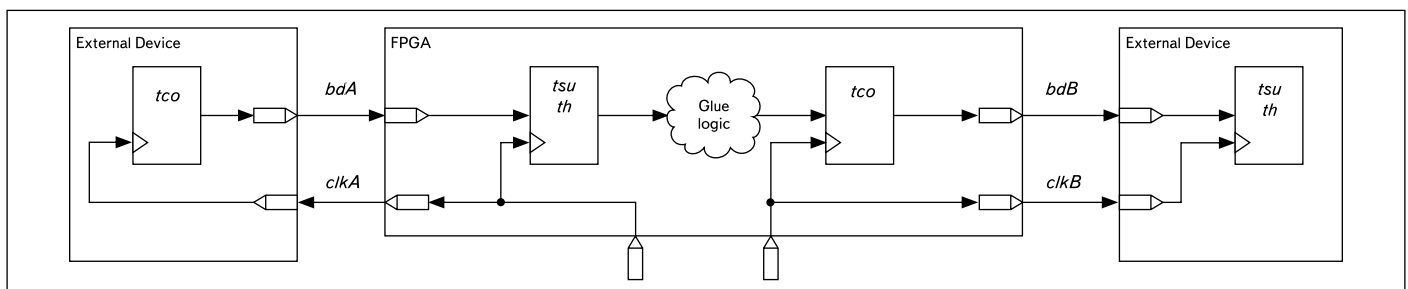

Рис. 21. Структурная схема системы System Synchronous
- **System Synchronous** — это интерфейсы (рис. 21), в которых тактовая частота идет непосредственно с ПЛИС на интерфейсное устройство. К таким интерфейсам можно отнести АЦП/ЦАП, память, шину в режиме Master и т. д.